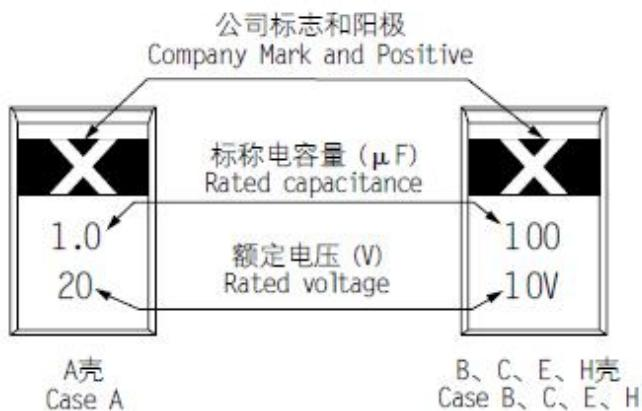

图 2
- (1) 商标及正极标识
- (2) 标称电容量
- (3) 额定工作电压
5.2 标志说明 (举例): 见图 2。